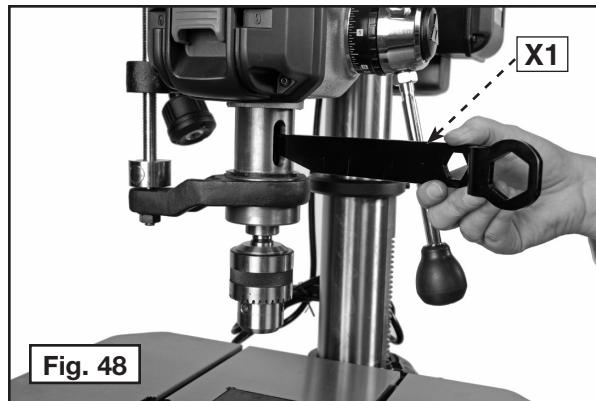

Fig. 48
- Insérez le chasse-clé (X1), fig. 48, dans la rainure sur le fourreau et la rainure sur la broche.
- Tapotez le chasse-clé (X1), fig. 48, avec un marteau jusqu'à ce que l'adaptateur de broche et le mandrin sortent du fourreau.